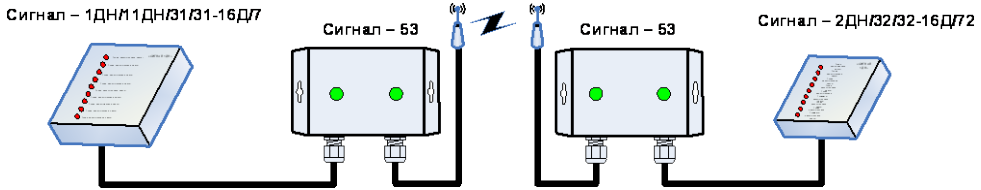

рис.1
3.3.1. Соединение «точка – точка». Классический вариант использования удлинителя интерфейса RS-485. При такой схеме соединения устройства посылают запросы и получают на него ответы (см. рис. 1).